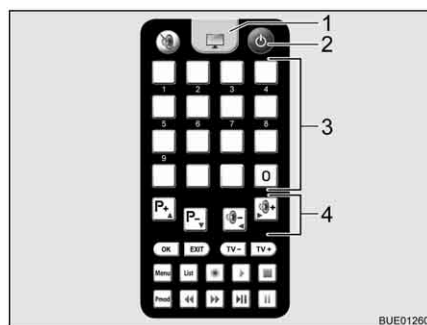

Fig. 34 Télécommande
- Appuyer sur la touche "⏏" (Fig. 34,2) de la télécommande. L'antenne satellite s'oriente à partir de la position rangée et se met en mode de recherche. Un signal acoustique retentit quand l'antenne a trouvé les satellites.
- Régler la station désirée au moyen des touches de mémoire (Fig. 34,3) ou de fonction (Fig. 34,4).